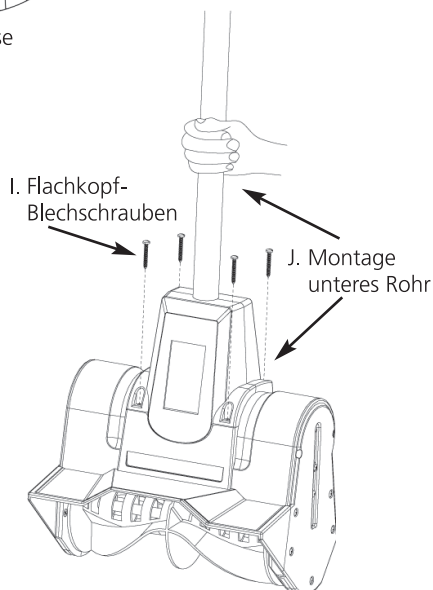

Abb. 5
- b) Befestigen Sie die obere und untere Abdeckung mit den 4 Flachkopf-Blechschräuben (ST4.2x30) (Abb. 5).